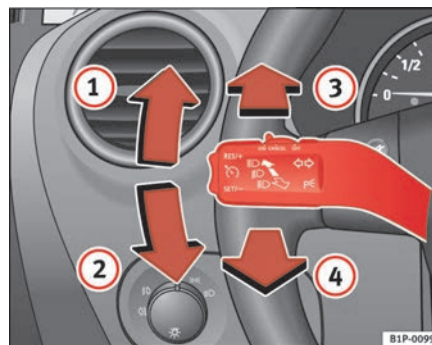

Abb. 77 Blinker und Fernlichthebel
⇒ Seite 120, Abb. 77 ①, um **rechts** zu blinken, bzw. nach unten
②, um **links** zu blinken.
- Drücken Sie den Hebel nach vorne ⇒ Seite 120, Abb. 77 ③, um